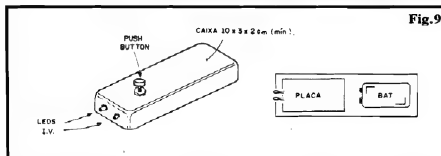

Fig. 9
- FIG. 9 - "ENCAIXANDO" O MÓDULO "A"... - No transmissor do comando remoto do DICOR, obviamente que miniaturização, portabilidade, são requisitos-chave...! A figura sugere um arranjo externo simples, porém funcional, resultando confortável para o operador... As dimensões indicadas para o container (longo,